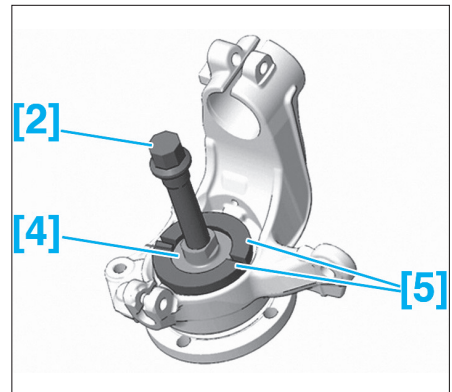

FIG. 34
• Poser les outils [4], [5] et [2] (Fig.34).